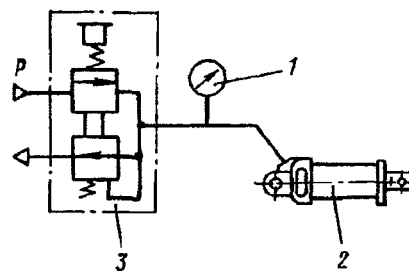

Рис. 318. Схема подключения пневматических цилиндров диаметром 35×65 и диаметром 30×25 :
1. Подключите прибор 2 по схеме, изображенной на рис. 318.